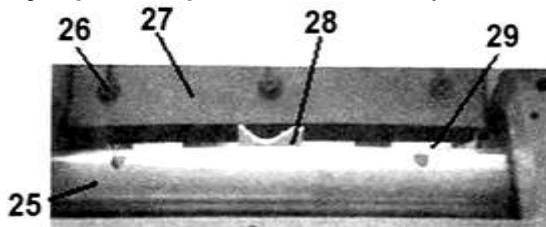

Рис.12
10.2. Регулировка строгальных ножей (Рис. 12 - 15)